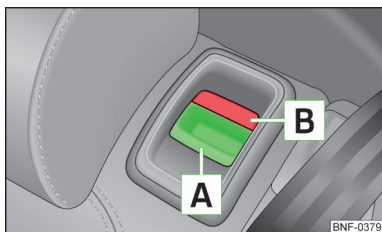

Fig. 39
- Apăsați mânerul de deblocare **A** » fig. 39, deblocând astfel spătarul și rabatându-l spre în față.
- Asigurați-vă că marcajul de culoare roșie **B** » fig. 39 nu mai este vizibil.